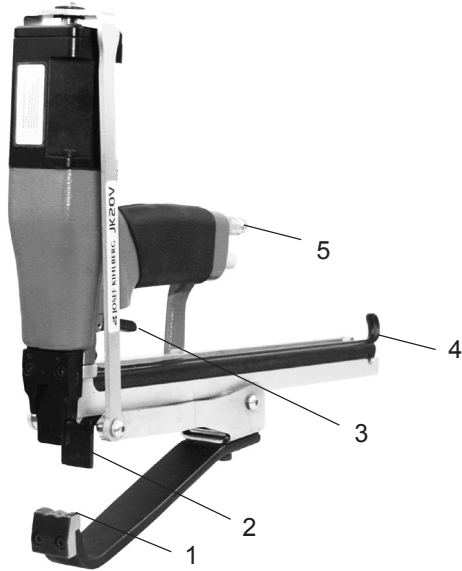

Fig. 1
2. und den Abzug (Fig. 1/3) ziehen.